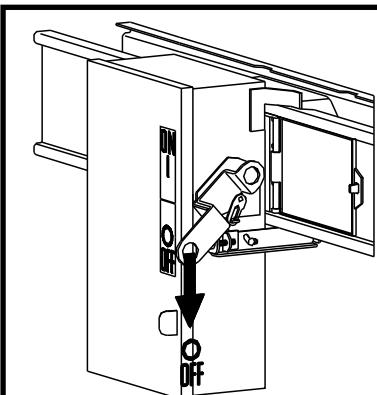

Figure 8 : ARRÊT de l'unité enfichable
1. Mettre la poignée de l'unité enfichable en position d'ARRÊT (O) (figure 8).